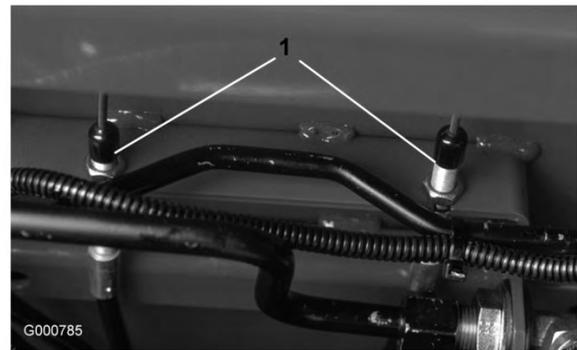

Figura 75
2. Per ridurre il gioco dei pedali del freno, stringete i freni allentando il dado anteriore sull'estremità filettata del cavo del freno (Figura 75). Serrate quindi il dado posteriore per spostare indietro il cavo fino ad ottenere un gioco compreso tra 1,25 e 2,5 cm per i pedali dei freni. Serrate i dadi anteriori dopo avere regolato correttamente i freni.